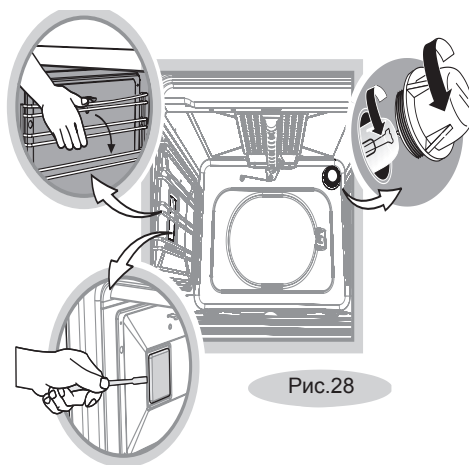

Рис.28
- Открутите стеклянный плафон (рис. 28).